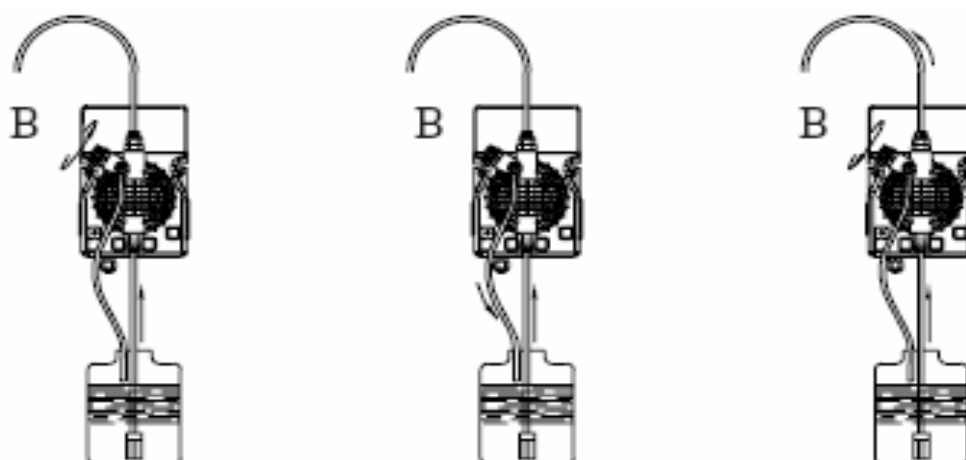

Fig. 8
Wanneer de pomp wordt afgekoppeld van het leidingwerk kunnen de beschermingskapjes weer worden teruggeplaatst om lekkage te voorkomen. Voor het aansluiten van de persleiding op het systeem, dient de pompkop en leidingen te worden ontluicht zoals getoond in fig. 8. Alvorens de persleiding definitief te bevestigen, dient te worden gecontroleerd of de slagen van de pomp geen bewegingen van de complete pomp tot gevolg hebben. In het geval van aanzuigproblemen, kan met een injectiespuit aan de persleiding vloeistof worden aangezogen. Herhaal dit tot de vloeistof in de injectiespuit loopt. Gebruik een kort stuk leiding om de injectiespuit aan de persaansluiting aan te sluiten. Indien de pomp is voorzien van een ontluichtingspompkop, draai dan de ontluichtingskraan (B) open tot alle lucht uit de pomp is verwijderd.